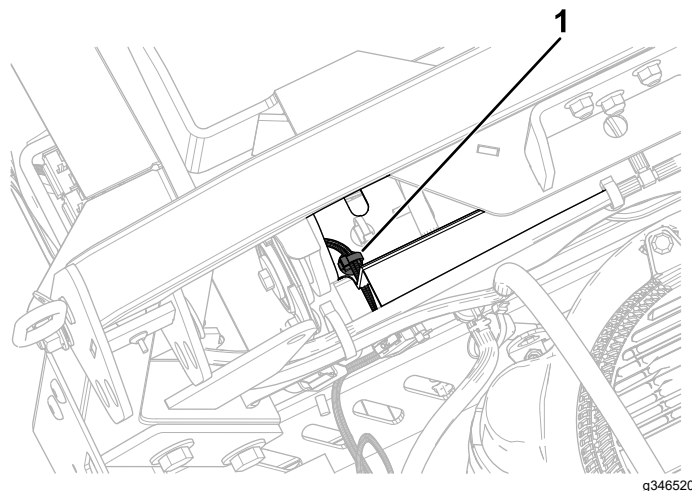

Bild 14
3. Bringen Sie die zweite Druckbefestigung an der hinteren Tankhalterung an (**Bild 14**).